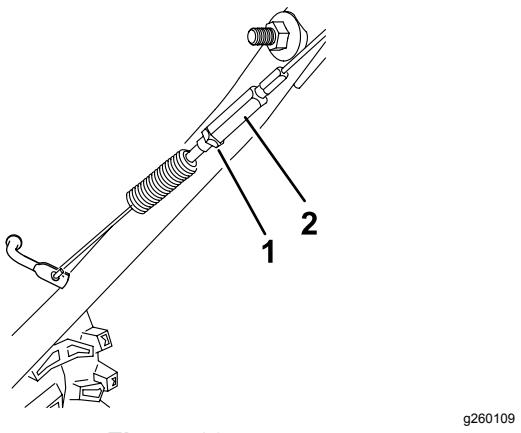

Figura 29
5. Allentate il controdado (Figura 29).
6. Allentate o serrate il tornichetto che regola la tensione del cavo (Figura 29).